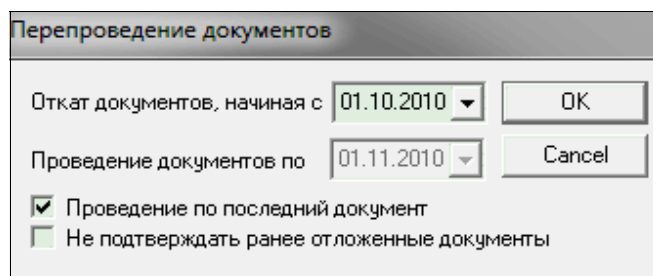

Рис.9.15.
2. в окне параметров перепроведения задать период отката документов (см. рис. 9.15.);
Период отката можно задать двумя способами (см. рис. 9.15.):